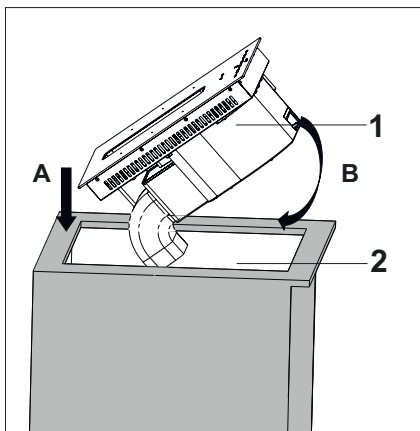

Fig. 28
■ Løft nu kogepladen og sæt denne ned i bordet, først venstre side (A) og derefter højreside (B) (Fig. 28)